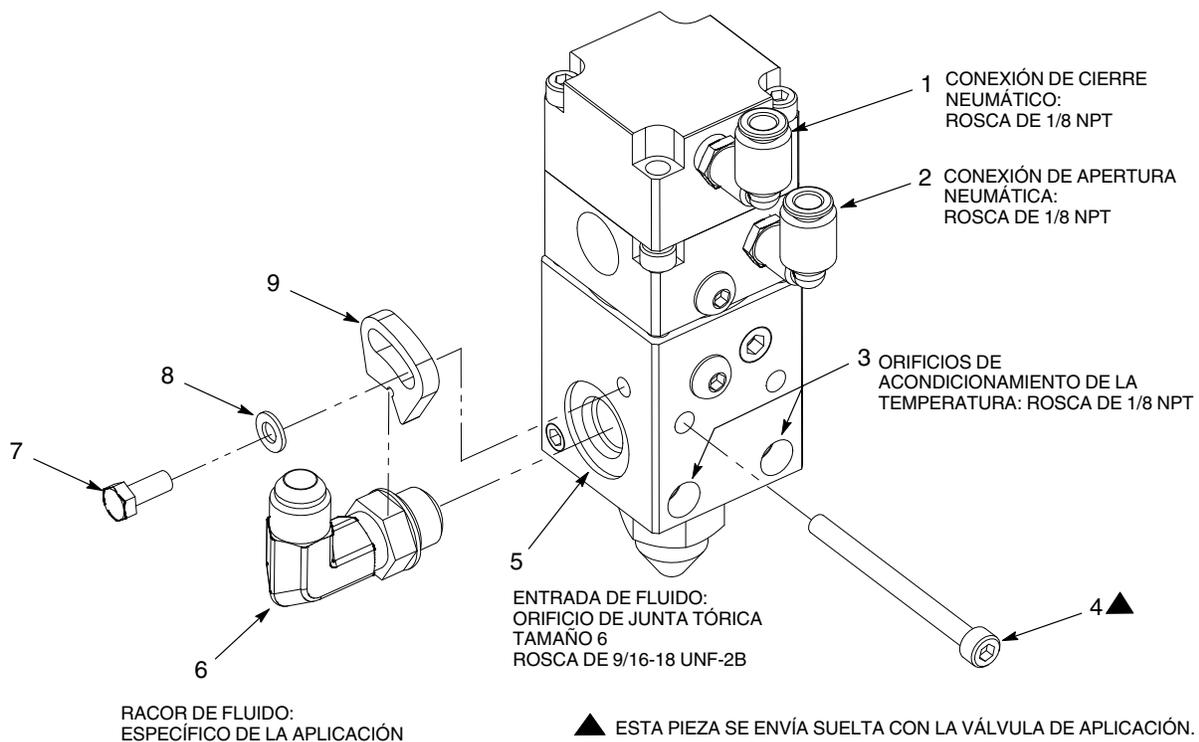

Figura 6 Instalación independiente típica (se muestra la válvula de aplicación de acondicionamiento de temperatura XD)
1. Ver la figura 6. Introducir las espigas (10) en la válvula de aplicación.
2. Instalar la válvula de aplicación a la fijación que proceda utilizando los tornillos (4). Apretar los tornillos a 60 pulg.-lb (6,7 N•m).
- a. Extraer el tornillo (7), la arandela (8) y el bloqueo giratorio (9) desde la válvula de aplicación.
- b. Instalar el racor de fluido pertinente (6) en la conexión de entrada de fluido (5) y apretar bien.
- c. Instalar el bloqueo giratorio (9) en el racor de fluido (6) utilizando la arandela (8) y el tornillo (7). Apretar bien el tornillo.
- a. Instalar los racores de tubo de 1/8 NPT en los orificios de acondicionamiento de la temperatura (3).